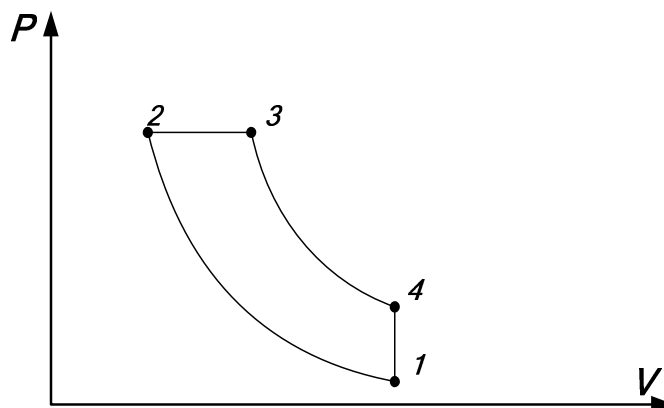

Рис. 2
9. На рис. 2 изображен цикл:
10. Укажите, в каких процессах (рис. 2) осуществляется: